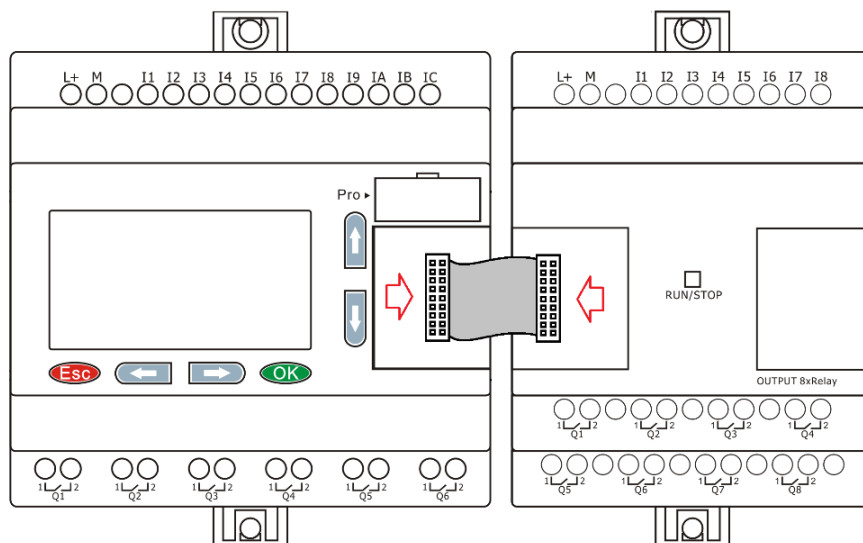

Рисунок 1.24 - Монтаж на поверхность
3. Аналогичным образом закрепите модули расширения справа от модуля ЦПУ и соедините модули при помощи шлейфовой перемычки. Для доступа к соединительным разъемам необходимо открыть пластиковые защитные крышки на соединяемых модулях (рисунок 1.24).